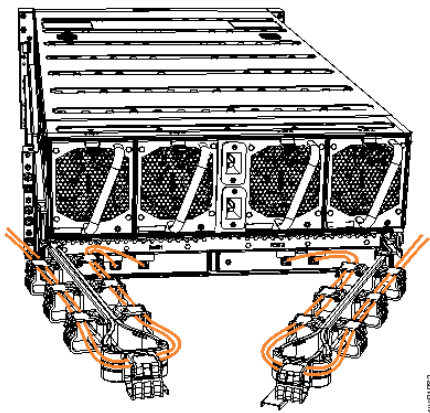

Abbildung 99. Durch die Kabelträger geführte SAS-Kabel - Beispiel
8. Führen Sie die SAS-Kabel durch die Kabelträger (siehe Abbildung 99 auf Seite 86).